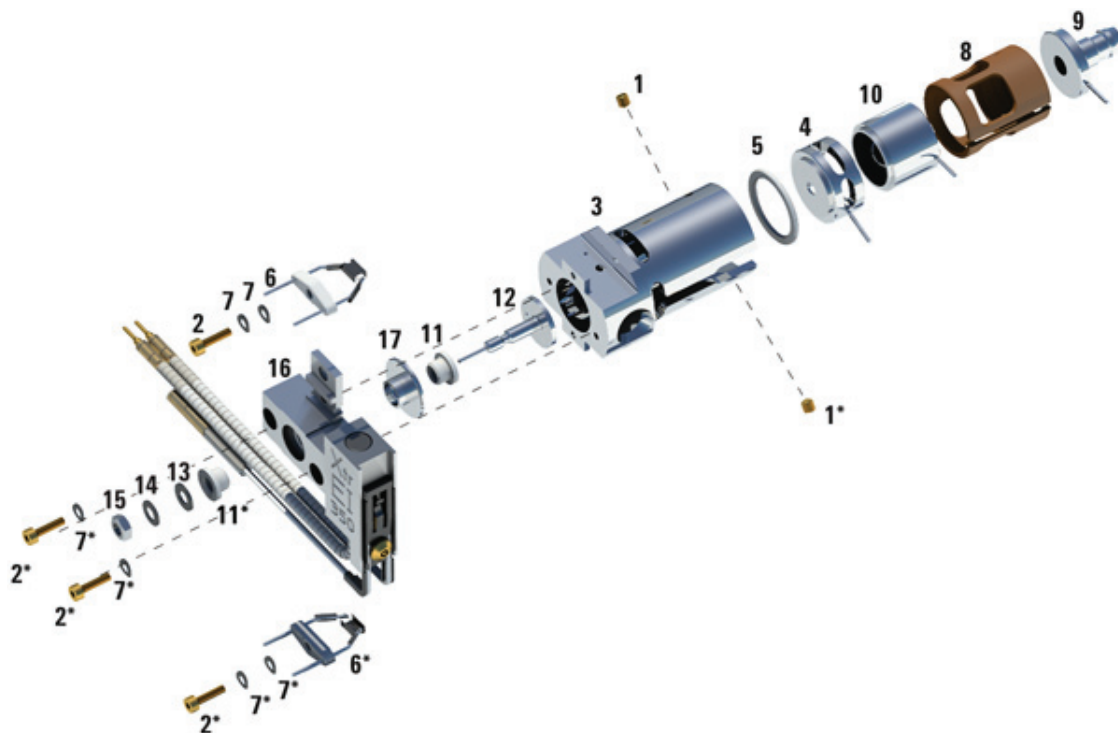

Figure 62. Montage de la source EI XTR
Se reporter à la vue éclatée des pièces **Figure 62** et à la liste des pièces de la source EI XTR **Tableau 24** page 209 en suivant cette procédure.
- 3 Insérer la lentille d'entrée et la lentille de focalisation d'ions dans l'isolant dans l'ordre indiqué dans la **Figure 62** page 209.
Tableau 24 Liste des pièces de la source EI XTR (Figure 62)
Tableau 24 Liste des pièces de la source EI XTR (Figure 62) (suite)